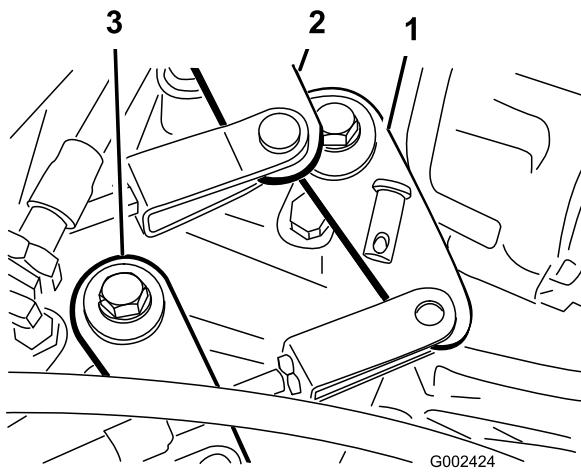

Figura 53
2. Retire los pasadores de horquilla que fijan los cables del cambio de marchas a los brazos de cambio del transeje (Figura 53).
1. Retire el pasador de horquilla que sujetá el cable de Alto-Bajo al transeje (Figura 53).